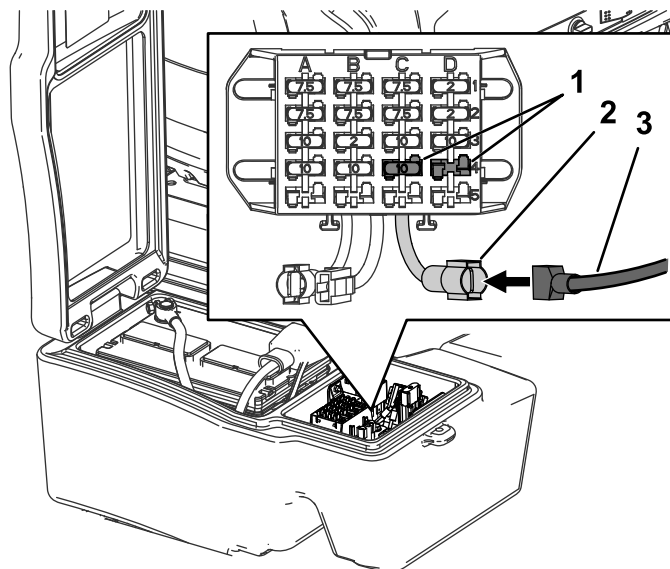

**Figura 23**
3. Encaminhe a ligação do terminal e a ligação de olhal para a caixa de ferramentas direita (Figura 23).